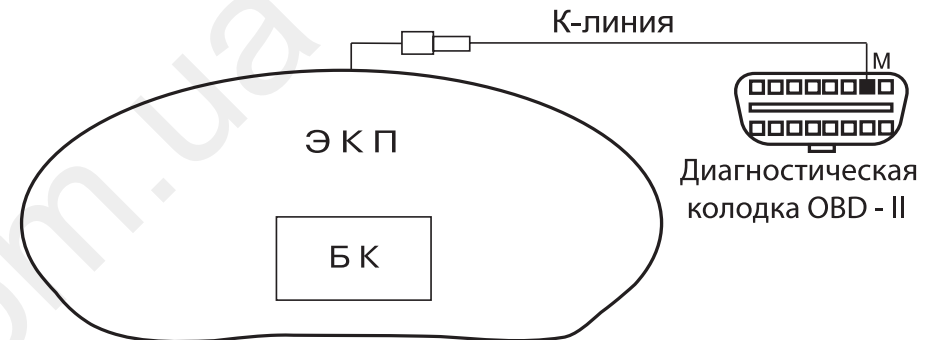

Рис. 1 Подключение БК
- 6.4. Пропустить провод диагностической "K - линии" БК ЭКП к диагностической колодке и подсоединить его к гнезду "M" (рис.1). Диагностическая колодка расположена: